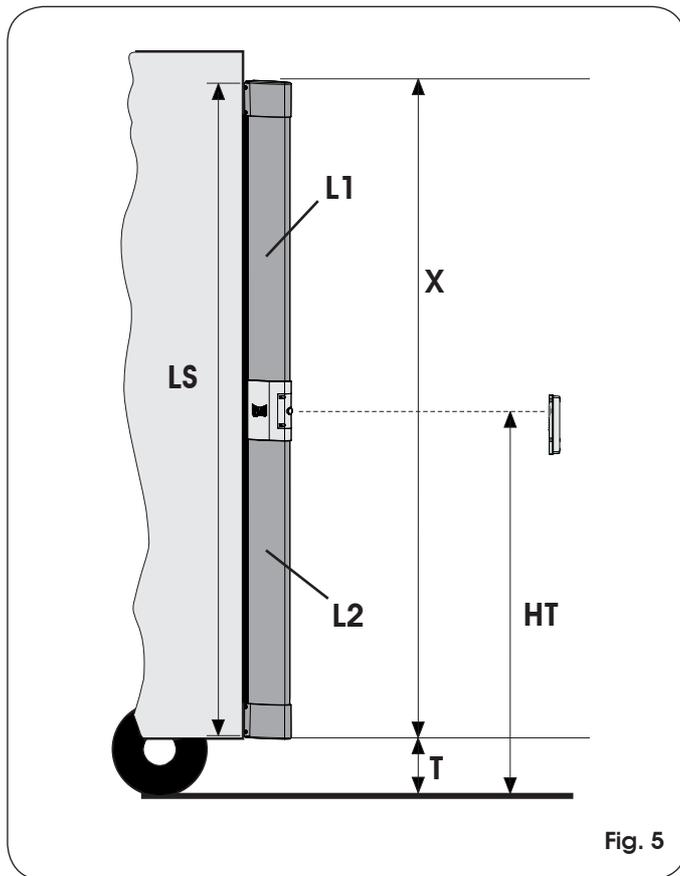

Fig. 5
Quando il ricevitore fisso **non** è installato su colonnetta Safe Beam posizionarlo in modo che la lente posta sul frontale (fig. 8 rif. ①) si trovi ad un'altezza **HT** compresa tra 50 e 55 cm da terra (**HT** vedere Fig. 5).
Posizionare il ricevitore fisso in modo che la lente posta sul frontale (Fig. 8 rif. ①) si trovi ad un'altezza da terra compresa tra 50 e 55 cm (HT vedere Fig. 5).
Il profilo di accoppiamento ed il suo profilo in alluminio devono essere tagliati almeno della stessa lunghezza della costa finita (quota X di Fig. 5).